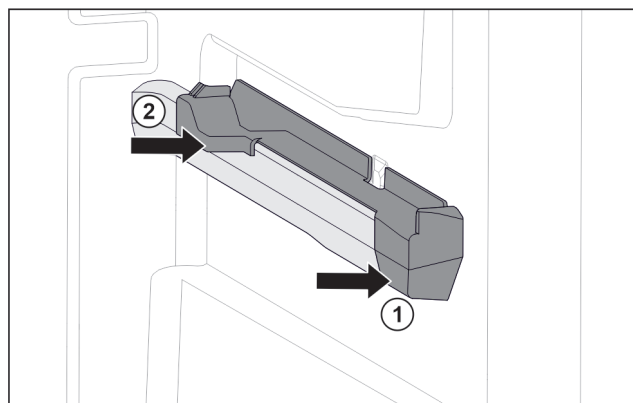

Fig. 125 Piesă de fixare pe nervura din dreapta a recipientului
- ▶ Așezați piesa de fixare în față pe nervura recipientului. Fig. 125 (1)
- ▶ Apăsați piesa de fixare spre spate. Fig. 125 (2)